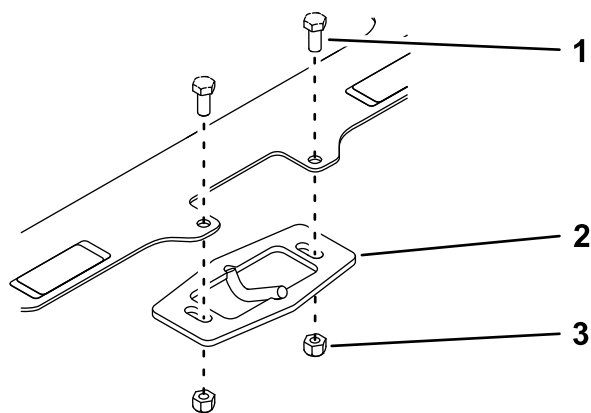

Figura 5
4. Rimuovete e conservate i 2 bulloni (5/16" x 3/4"), i 2 dadi (5/16") e il fermo del cofano dello schermo anteriore (Figura 5).
4. Montate il fermo del cofano allo schermo anteriore del kit come illustrato nella Figura 5.